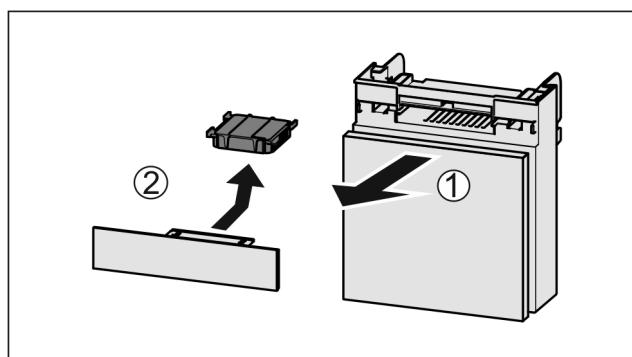

Fig. 135
- Retire el compartimento hacia delante Fig. 135 (1).
- Retire el filtro de carbón activo Fig. 135 (2).